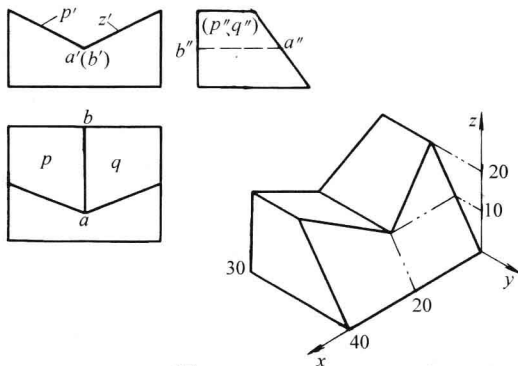
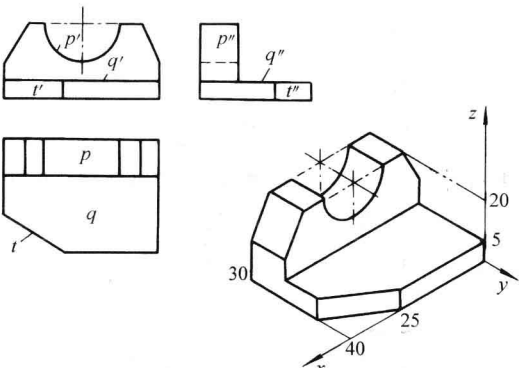

图 37
图 41
2. 将三视图中已经标出的各面代号，用大写字母标在立体图的对应面上，并比较面与面的相对位置（相对位置的距离，看立体图上三坐标上的数字，图 37~图 41）